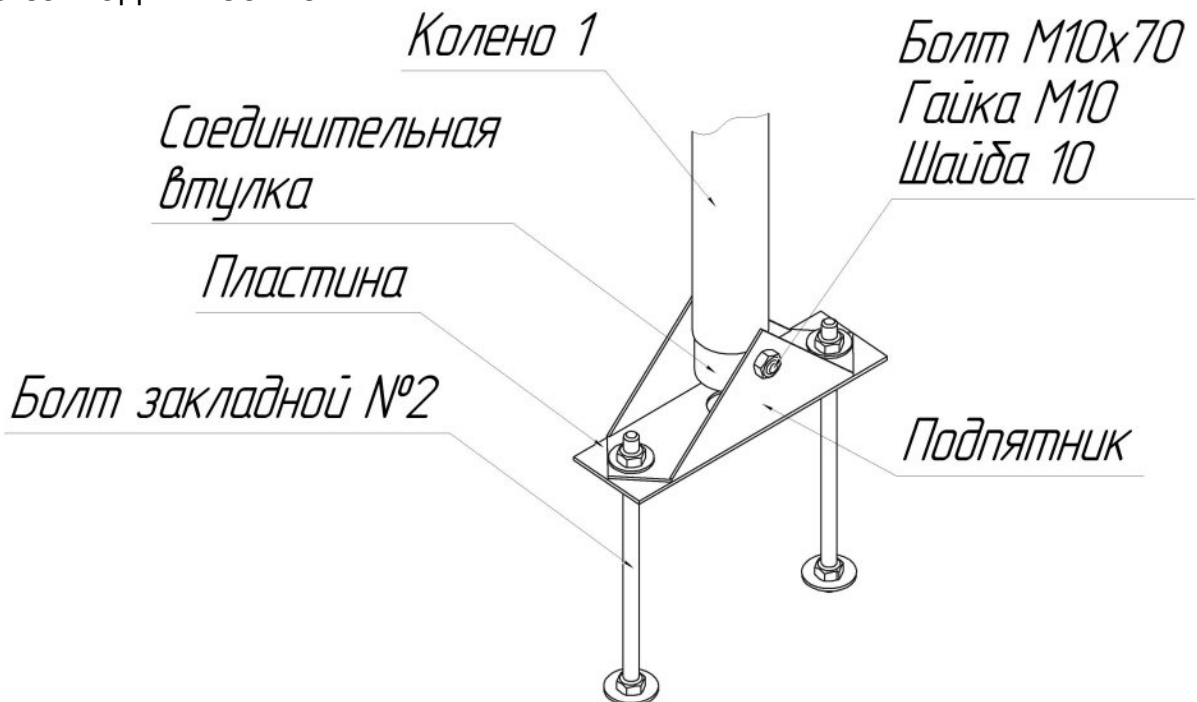

Рисунок 3 – Установка подпятника
4.3 Коленья мачты выполнены из алюминиевой трубы диаметром 51мм и длиной 1500 мм, на одном из концов которой закреплена соединительная втулка. На противоположном конце трубы имеется отверстие, в которое при сборке входит установочный болт, закреплённый гайкой с наружи следующего колена. Нижнее колено устанавливается в соединительную втулку (рисунок 3), которая крепится с помощью установочного болта М10х70 к подпятнику. Подпятник фиксируется на грунте с помощью, закладных болтов и пластины. Пластина устанавливается на закладные болты для формирования межцентрового расстояния. Закладные болты бетонируются. После затвердевания бетона поверх пластины устанавливается подпятник и фиксируется гайками из состава закладных болтов..
7.1.9 Закрепить соединительную втулку в подпятнике с помощью болта (рисунок 3).
7.1.10 Установить колено 1 в соединительную втулку (рисунок 3).